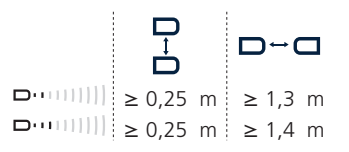

Abb. 2: Montageabstände
- Beim Betrieb mehrerer Sensoren dürfen die in Abb. 2 angegebenen Montageabstände nicht unterschritten werden.